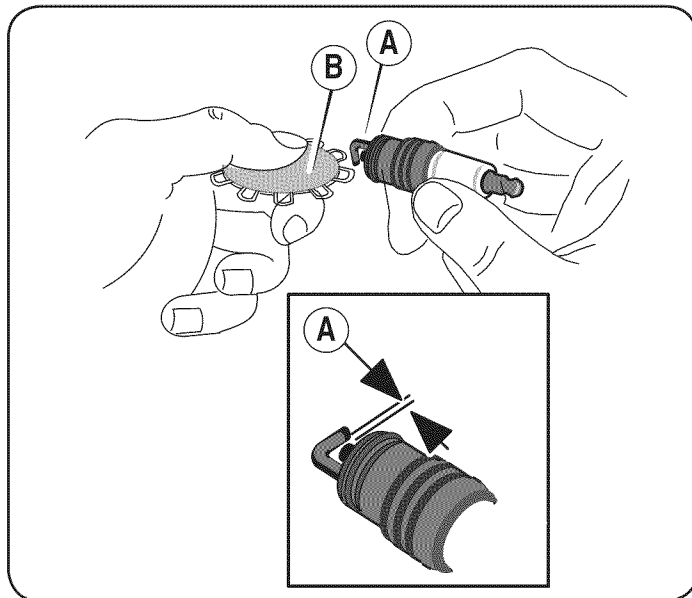

Figura 11
3. Compruebe el entrehierro (A) con un calibrador de alambre (B). La separación correcta es 0,030 in. (0,76 mm). Vea la Figura 11. Si es necesario, reajuste el entrehierro.